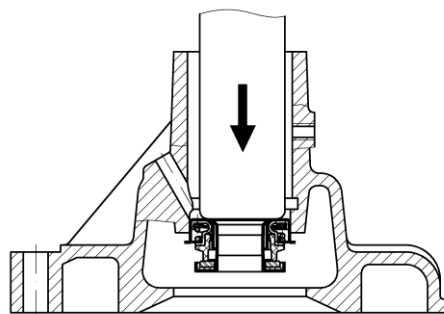

Рисунок 64. Выпрессовка уплотнения
- выпрессовать уплотнение из корпуса (рис.64).